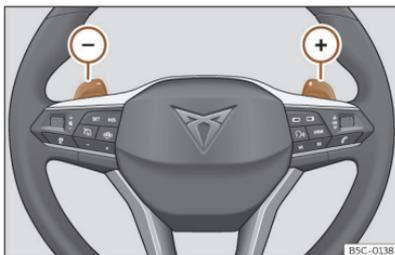

Fig. 117 Volante: palancas para cambio automático.
- Pulse la leva de cambio (+) para insertar una marcha superior >>> **fig. 117**.